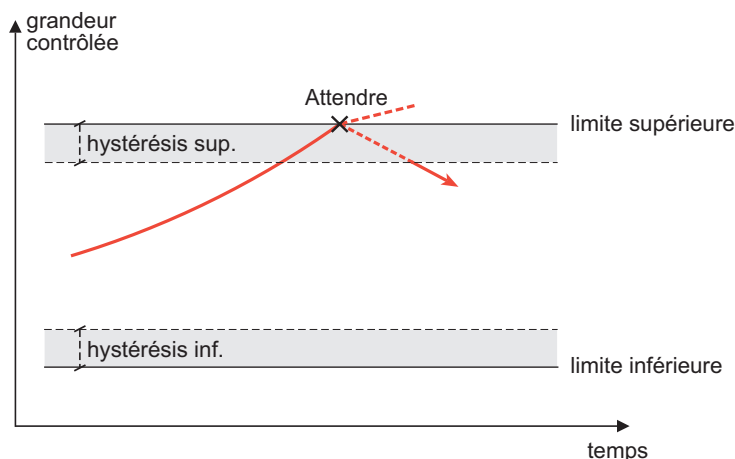

Fig. 27: Action "Attendre"
- **Hystérésis inf.:** l'hystérésis inférieure est une marge de tolérance pour la limite inférieure (voir *Fig. 27*). Avec l'**action "Attendre"** le dosage ne continue que si la grandeur contrôlée est plus haute que la limite inférieure, la valeur de l'hystérésis incluse. Seulement des valeurs positives sont acceptées.
- **Hystérésis sup.:** l'hystérésis supérieure est une marge de tolérance pour la limite supérieure (voir *Fig. 27*). Avec l'**action "Attendre"** le dosage ne continue que si la grandeur contrôlée est plus basse que la limite supérieure, la valeur de l'hystérésis incluse. Seulement des valeurs positives sont acceptées.